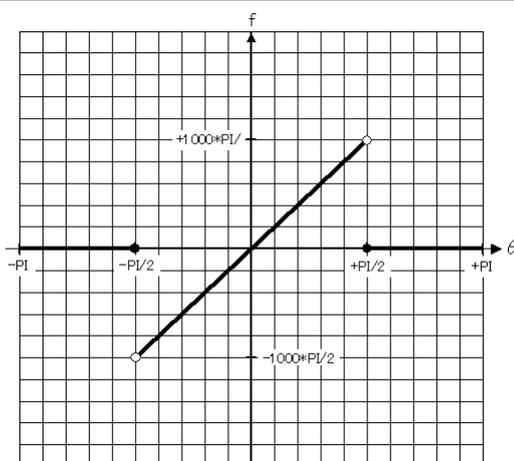

図2 課題[2a]の制御関数
- (b) 次に、振り子の初期角度の範囲を $-\pi$ から $+\pi$ まで広げたとき、どのような制御関数に拡張すれば課題[1a]と同じような結果を得られるのか確認してください。また、その制御関数を図2に描画してください。